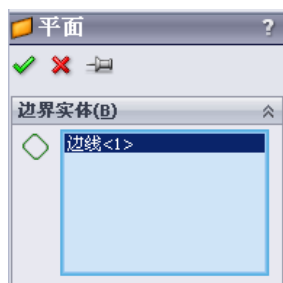

图 5.3.13 “平面”对话框
Step2. 选择命令。选择下拉菜单 **插入(I)** → **曲面(S)** →  **平面区域(P)...** 命令，系统弹出图 5.3.13 所示的“平面”对话框。